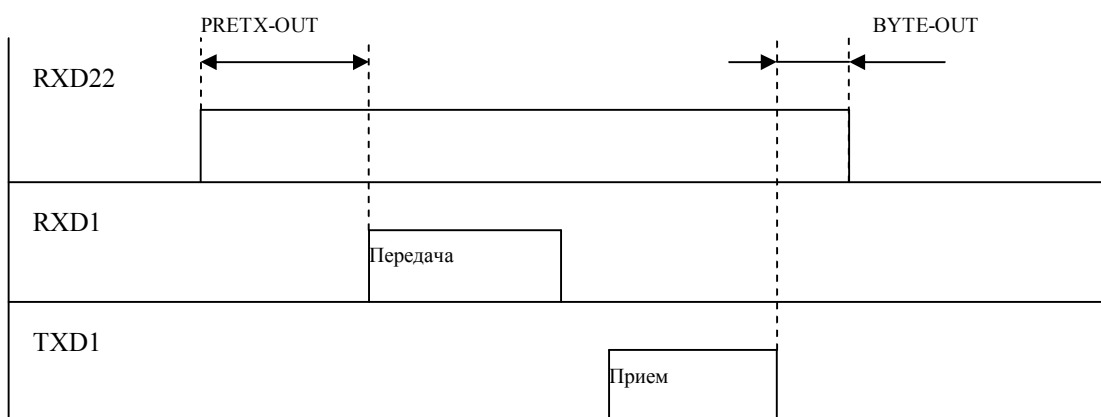

Рис. 2
*Параметр PRETX-OUT корректен только для порта RS-232-№1, при этом устанавливается сигнал RXD2, как показано на рис. 2., и запрещается доступ к порту RS-232-№2.*